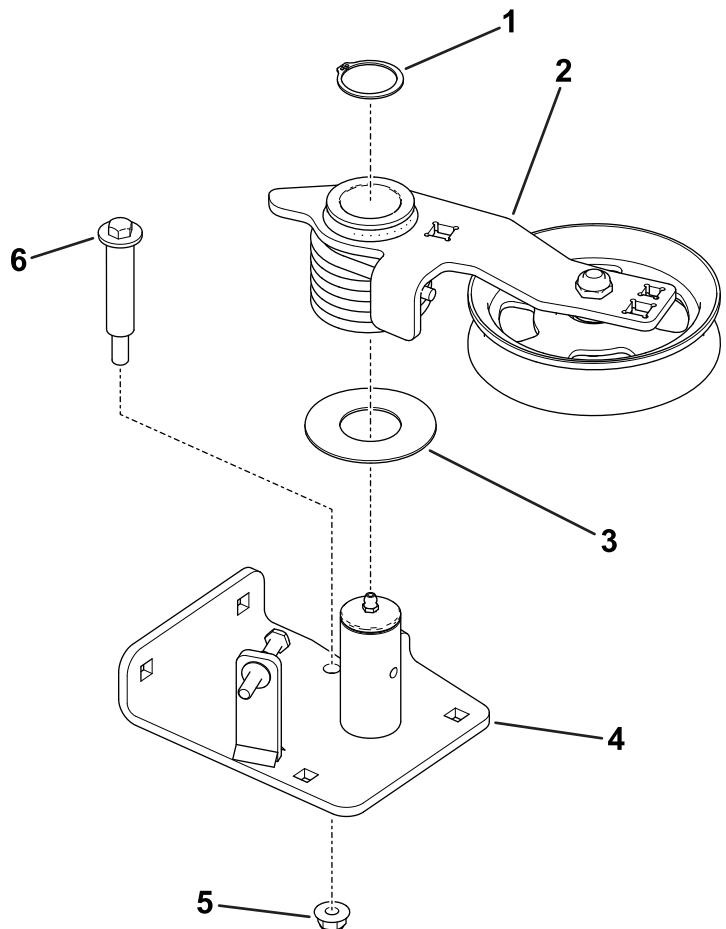

Figura 4
5. Rimuovete il bullone di spallamento dalla piastra di orientamento del tendicinghia, quindi allentate la tensione della molla di rinvio (**Figura 4**).
6. Rimuovete l'anello di ritenuta che fissa il braccio di rinvio al perno del tendicinghia (**Figura 4**).